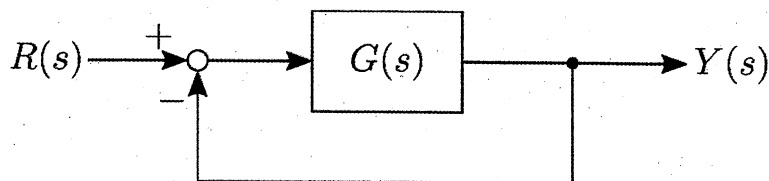

図2
- (1)  $U(s)$ と $X(s)$ を、それぞれ、 $u(t)$ と $x(t)$ のラプラス変換とするとき、伝達関数 $G(s) = \frac{X(s)}{U(s)}$ を求め、極と減衰比を求めよ。
- (2) 図2のフィードバックシステムのインデンシャル応答を求めよ。ここで、図中の $G(s)$ は、問2(1)で得られた伝達関数を表す。
- (3) 問2(2)で得られた出力のグラフの概形を描け。